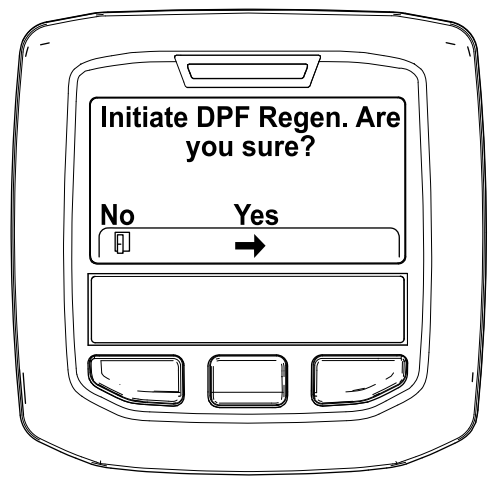

Figura 51
- Cuando aparezca el mensaje "Initiate DPF Regen. Are you sure?" (Iniciar regeneración de DPF, ¿está seguro), pulse el botón central (Figura 51).